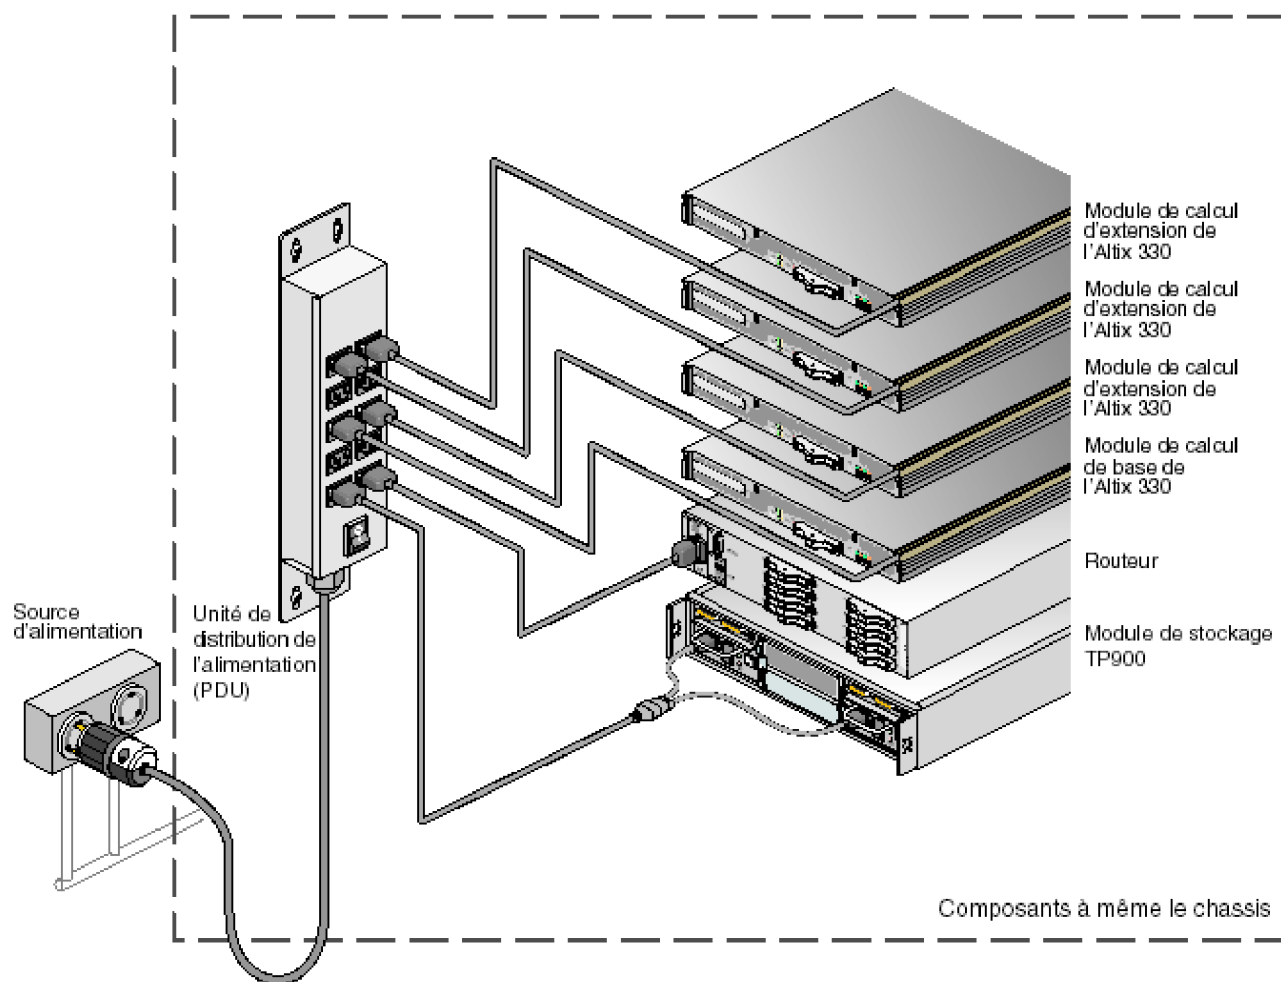

Figure 2-7 Exemple de connexions d'alimentation pour un système Altix 330
- **Une ou plusieurs unités de distribution de l'alimentation (PDU)** (reportez-vous à la figure 2-7). Une PDU est ajoutée au système lorsque plus de 10 prises de courant alternatif sont nécessaires à même le châssis. La PDU reçoit la tension alternative d'une prise de courant externe et peut transmettre le courant alternatif aux modules de calcul de base, aux modules d'extension de l'UC, au module de stockage TP900 et à d'autres modules optionnels.
La figure 2-7 présente les connexions d'alimentation pour un système Altix 330 (exemple).